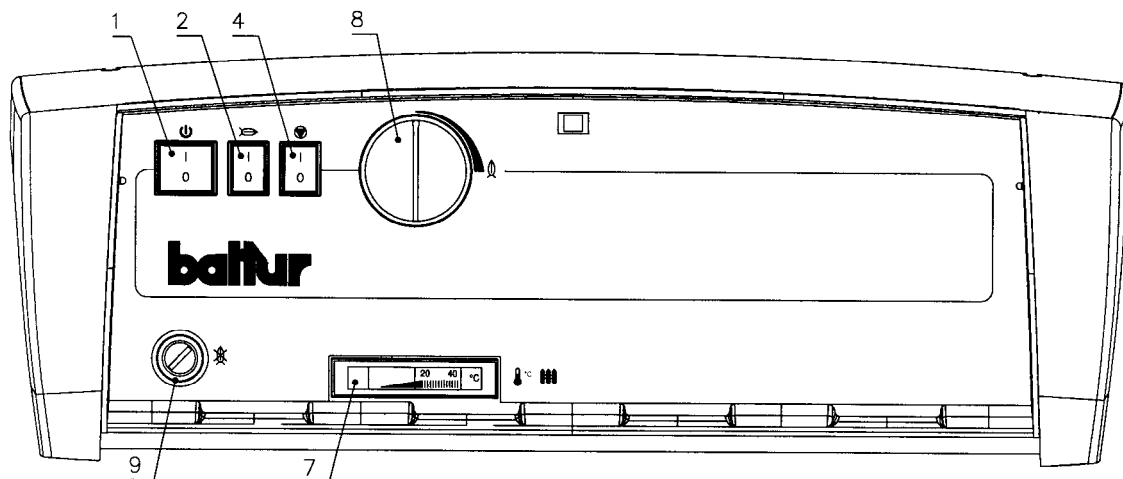

Рис. 3
3.4 ПАНЕЛЬ УПРАВЛЕНИЯ ОПЦИОННО STAR/STARTRE (Рис. 3)